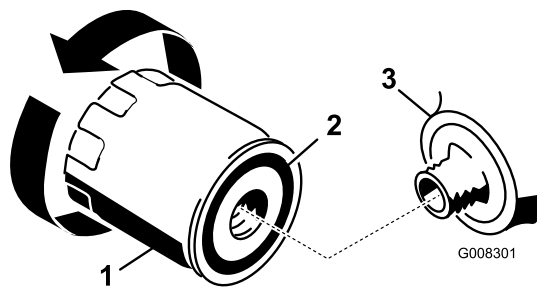

Figura 24
2. Togliete il filtro dell'olio usato e tergete la superficie della guarnizione dell'adattatore (Figura 24).
3. Spalmate un velo di olio nuovo sulla guarnizione di gomma del nuovo filtro dell'olio (Figura 24).
5. Serrate il filtro dell'olio di un altro mezzo o tre quarti di giro (Figura 24).